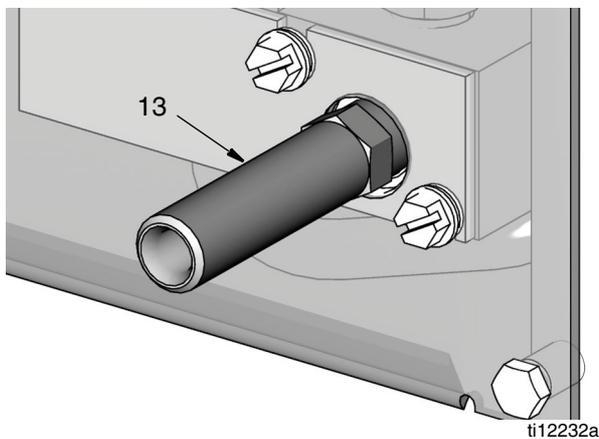

FIG. 19
9. Instale el adaptador de unión roscada (13) al colector (14) a través de un orificio que se encuentra en la parte delantera del panel de aceite (FIG. 19).